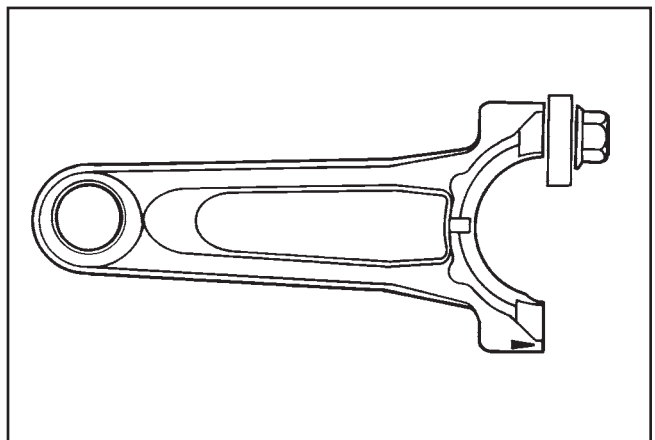

Figura 2-2. Ferramenta para Braço Oscilante/Cambota.
4. Use uma anilha plana com o D.I. correcto para fazer deslizar o parafuso de cabeça e aproximadamente um D.E. de 1" (N.º de Peça Kohler 12 468 05-S). Instale o parafuso de cabeça e a anilha na superfície de união da biela, conforme mostrado na Figura 2-2.